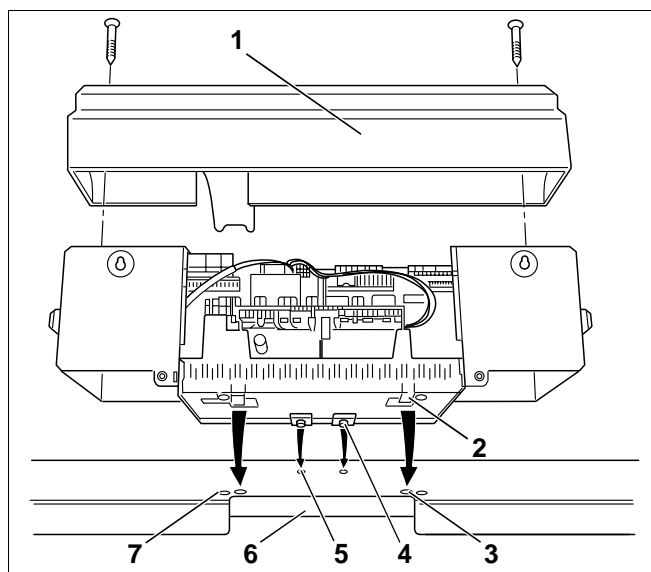
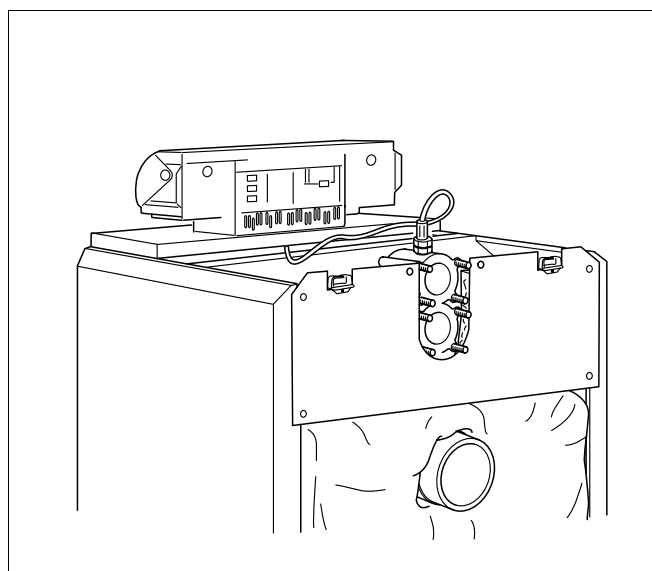

Fig. 43 Montering af instrumentpanel
Fig. 48 Kedel med monteret instrumentpanel
På Fig. 43 er instrumentpanelet og den forreste skærm vist bagfra.
- Løsn de to skruer i bagstykket (Fig. 43, **pos. 1**). Løft bagstykket af.
- Sæt instrumentpanelet på. Sæt indskydningskrogene foran på instrumentpanelet (Fig. 43, **pos. 4**) ind i de ovale huller på den forreste toplade (Fig. 43, **pos. 5**). Træk instrumentpanelet fremad, og vip det derefter bagud. De elastiske kroge (Fig. 43, **pos. 2**) skal gå i indgreb bagest i de firkantede åbninger på den forreste toplade (Fig. 43, **pos. 3**).
- Skru instrumentpanelets sokkel på den forreste toplade (Fig. 43, **pos. 6**) med to pladeskruer til venstre og højre for kabelgennemføringen (Fig. 43, **pos. 7**).
- Skru bagstykket (Fig. 43, **pos. 1**) fast på instrumentpanelets sokkel igen med to pladeskruer (Fig. 48).